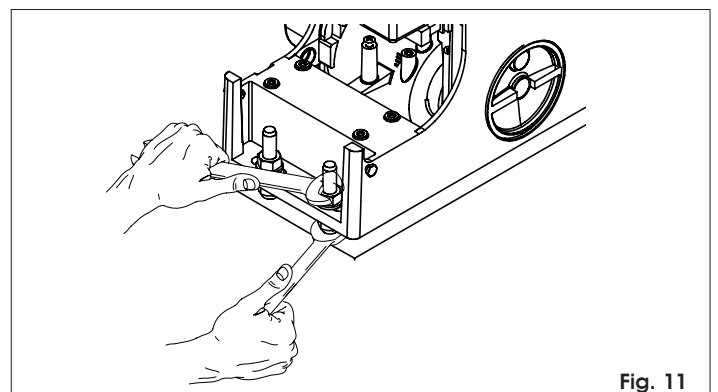

Fig. 11
- 4) Fijar el motorreductor en la placa de cimentación, apretando las tuercas tal y como se muestra en la Fig.11.